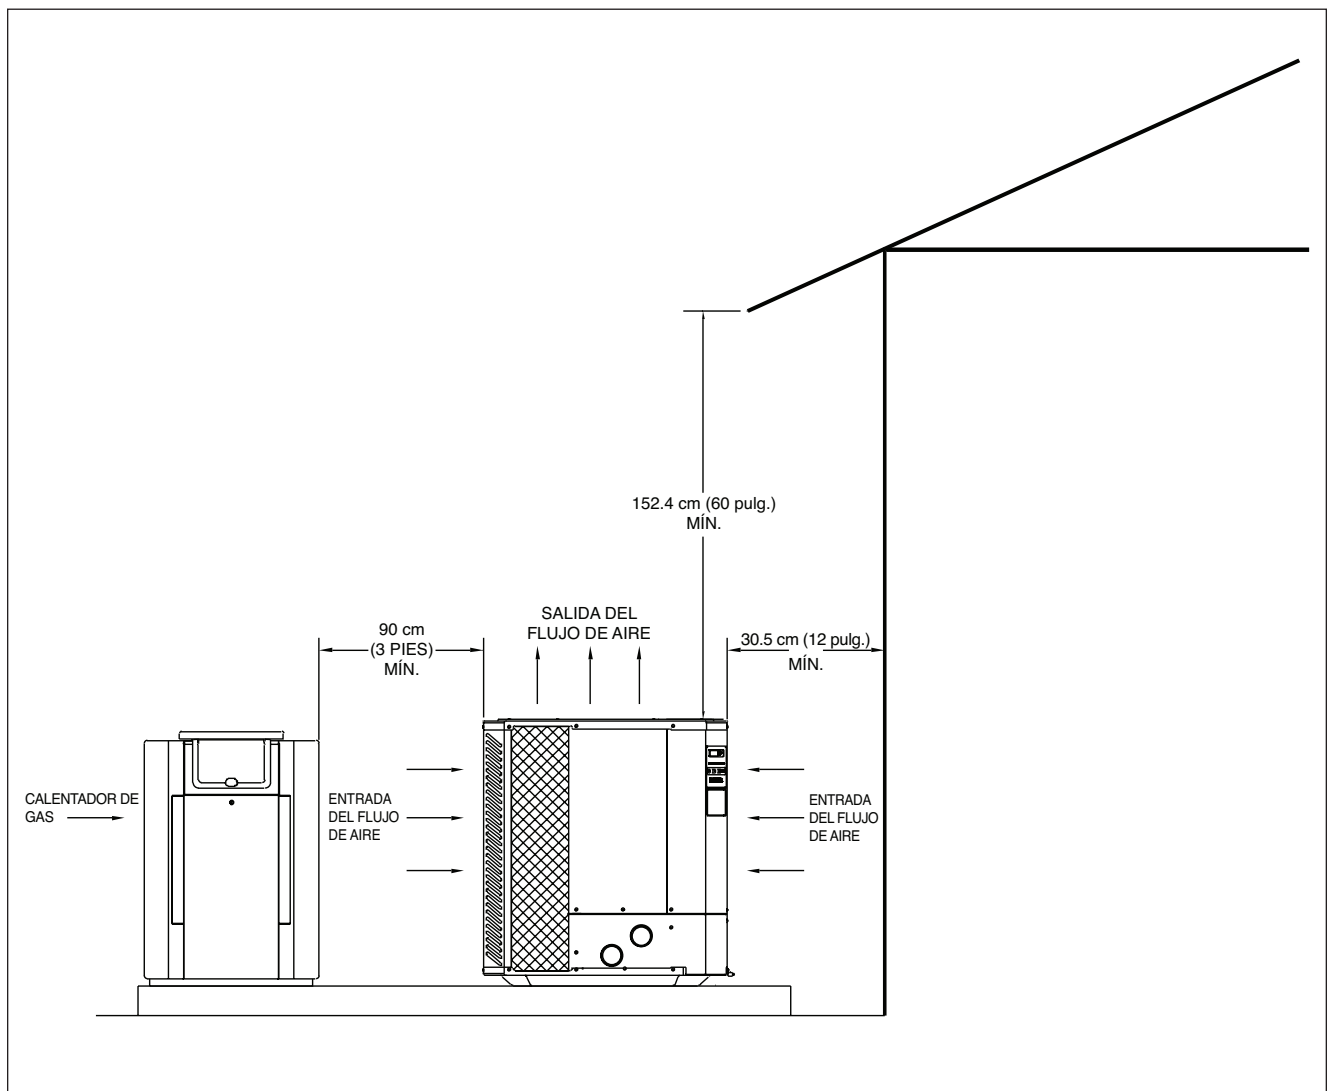

Fig. 1: Espacios de instalación
- Esta unidad presenta una descarga de 'flujo ascendente', lo que permite un funcionamiento silencioso. El aire es empujado hacia arriba mediante la bobina del evaporador y luego es liberado a través de la rejilla superior. Deje un espacio de al menos 1.5 m (5 pies) por encima de la unidad para lograr una descarga de aire sin inconvenientes. **NO** instale la unidad debajo de una galería o un entarimado (deck). Consulte la Fig. 1.